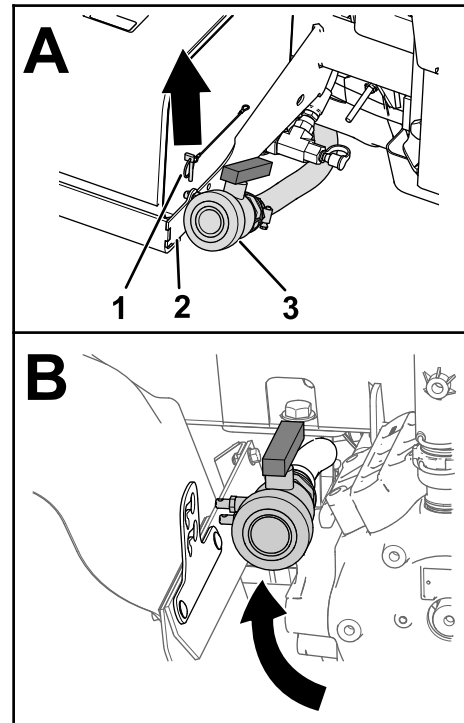

Figura 13
1. Rimuovete l'acciarino che fissa la valvola di spurgo alla staffa del serbatoio (Figura 13).
2. Spostate la valvola di spurgo tra il paraurti posteriore sinistro e la pompa dell'irroratrice (Figura 13).